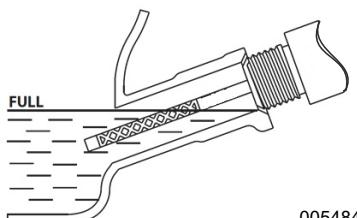

Figure 2-8. Plage de fonctionnement sûr
- Pour vérifier le niveau d'huile, retirez l'entonnoir et insérez la jauge dans le goulot de remplissage d'huile. Se reporter à la *Figure 2-8*.